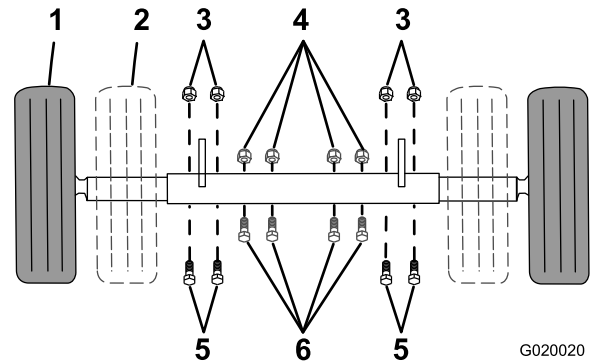

Figure 24
1. Point de soutien (2)
4. Retirez les boulons et les écrous qui fixent l'essieu intérieur à l'essieu extérieur (Figure 24).
- Faites glisser chaque côté de l'essieu vers l'intérieur à la position étroite (Figure 24).
- Faites glisser chaque côté de l'essieu vers l'extérieur à la position large (remorquage) (Figure 24).
7. Insérez les boulons dans les trous des essieux (Figure 24).